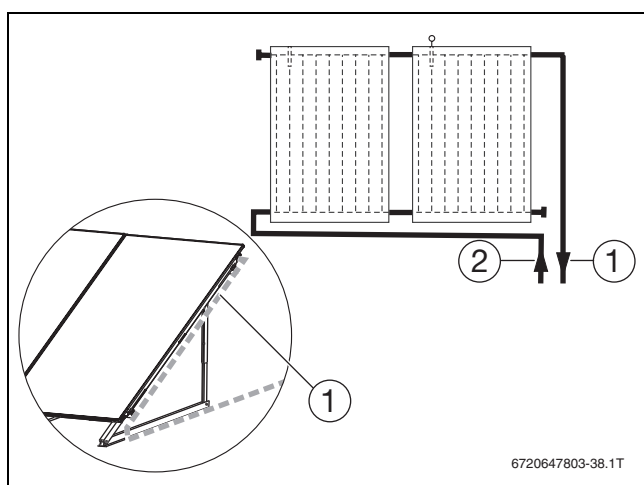

Fig. 59 Tubi nel campo collettori
- Ad opera del committente disporre la tubazione di mandata lungo il collettore (→ fig. 59, pag. 37).